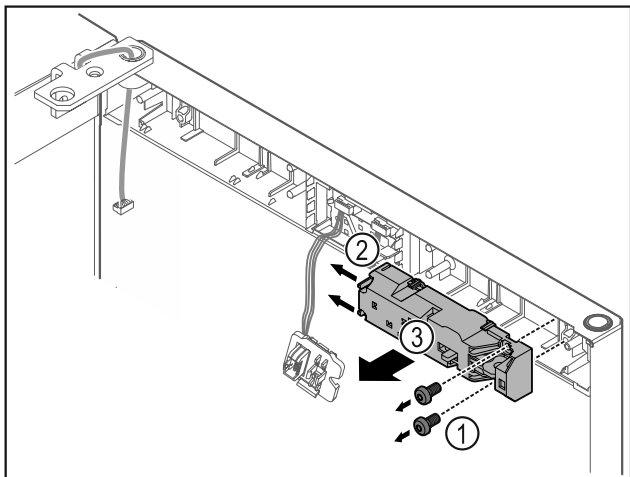

Fig. 10
- ▶ Извлеките винты Fig. 10 (1).
- ▶ Сдвиньте защелки Fig. 10 (2) в сторону и снимите замок дистанционного открытия Fig. 10 (3).